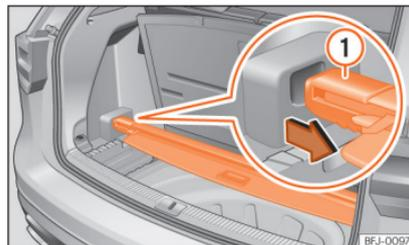

Fig. 121 Sob o piso da bagageira: guardar a chapeleira da bagageira.
- Coloque a chapeleira da bagageira no suporte previsto para o efeito »» Fig. 121.